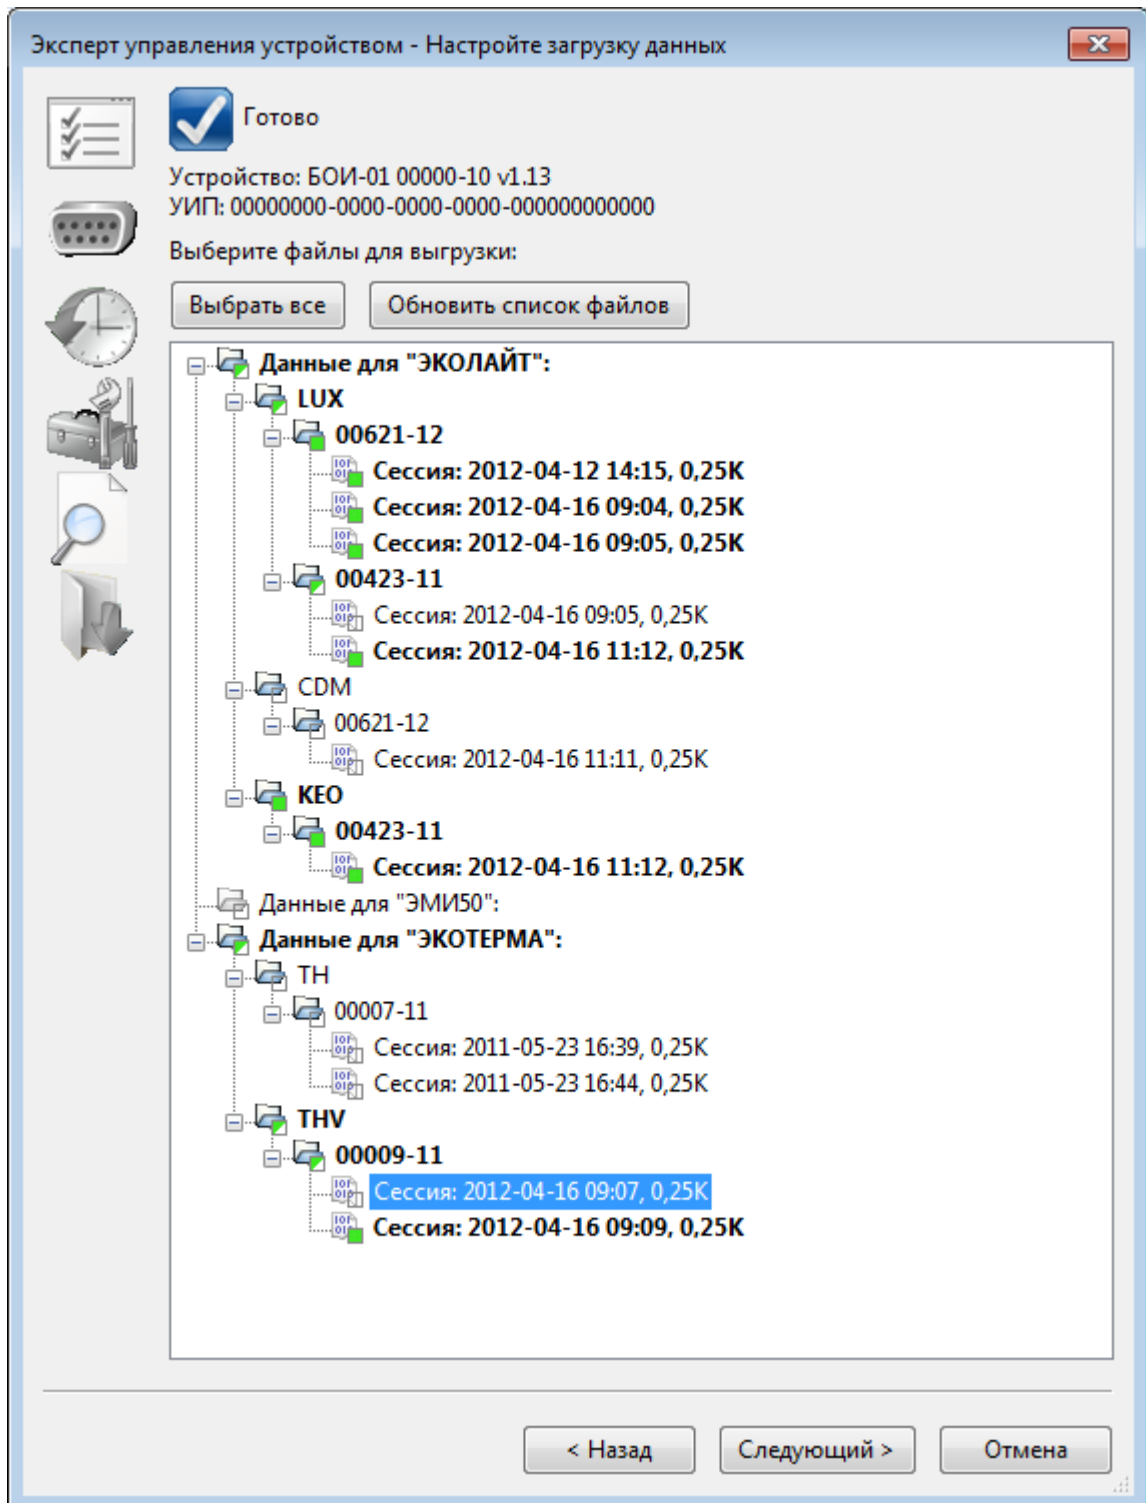

Рис.47. Окно настройки загрузки данных из БОИ-01.
2.3.10.4.5. Настройка загрузки данных БОИ-01 производится в соответствующем окне настроек, показанном на Рис.47: